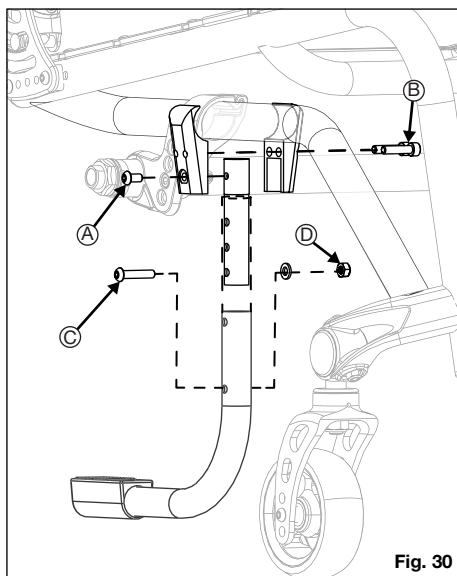

Fig. 30
Hvordan installere trinnrøret (Fig. 30)
1. Skru trinnrørmottakeren inn i den ytre festeklemmen med en 4 mm unbrakonøkkel (fig. 30:A)
2. Fest klemmen til det nedre rammerøret på brukerens ønskede side med en 5 mm unbrakonøkkel (fig. 30:B).
3. Skyv trinnrøret inn i trinnrørmottakeren og fest det med skruer, skive og mutter i brukerens ønskede høyde ved hjelp av en 4 mm unbrakonøkkel og en 10 mm fastnøkkel (fig. 30:C/D).